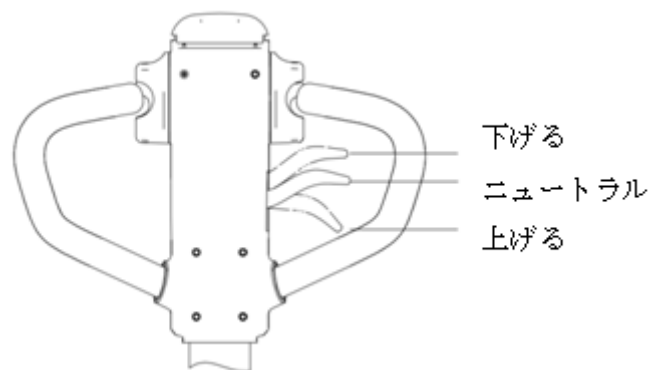

図 1
- 油圧レバーを「上げる」の位置にし、ハンドルを上下すると上昇します。(図1)